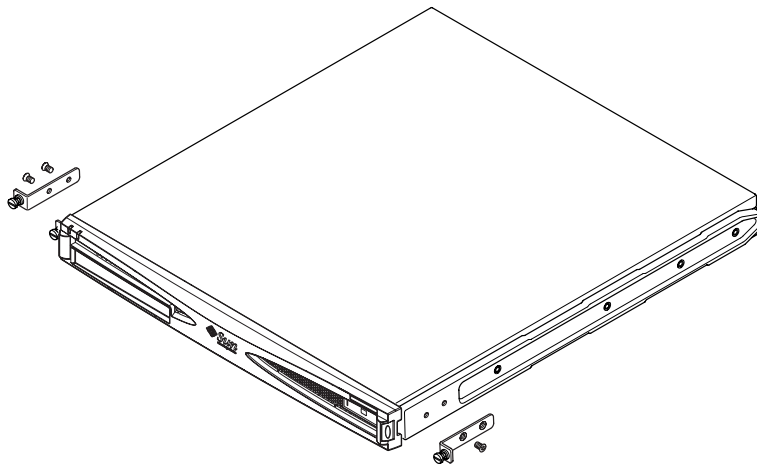

ABBILDUNG 5-10 Entfernen der Montagehalterungen mit Fingerschrauben
1. Entfernen Sie die Rack-Montagehalterungen mit Fingerschrauben auf beiden Seiten des Servers (siehe ABBILDUNG 5-10).